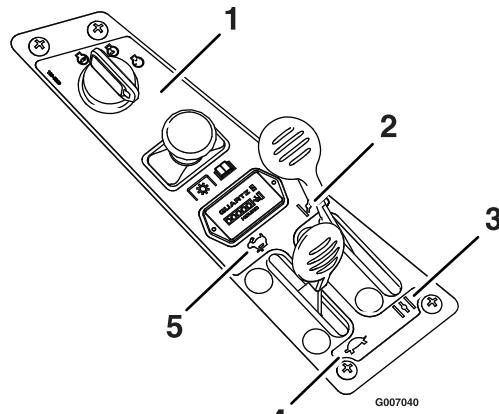

Figura 10
3. Prima di avviare il motore a freddo portate la leva dell'acceleratore al centro e la leva dello starter in avanti (Figura 10).